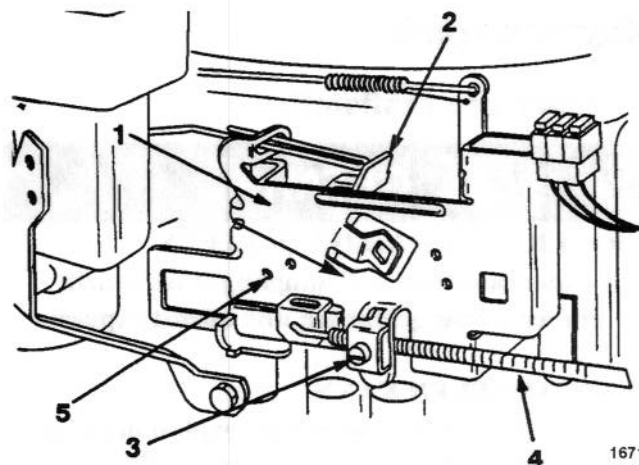

Bild 26
- B. Wenn der Gashebel auf "SCHNELL" steht, müssen die Löcher im Reglerkontrollhebel mit den Indexlöchern in der Reglerplatte abgestimmt sein (Bild 26). Wenn die Löcher nicht übereinstimmen, siehe Schritt 4 für Einstellmaßnahmen.
- B. Die Klemmschraube der Gashebelschelle soweit lockern, bis der Bowdenzug beweglich ist (Bild 26).
- C. Den Bowdenzug soweit bewegen, bis die Löcher im Reglerhebel und der Reglerplatte übereinstimmen (Bild 26). Dann die Kabelklemmschraube festziehen.